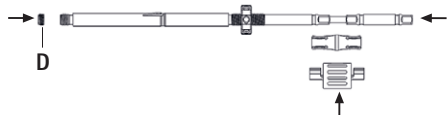

Fig. 11
- Insérer le tournevis dans la douille intérieure, sécuriser avec l'espaceur et fixer la vis de verrouillage **D**, voir Fig. 11.